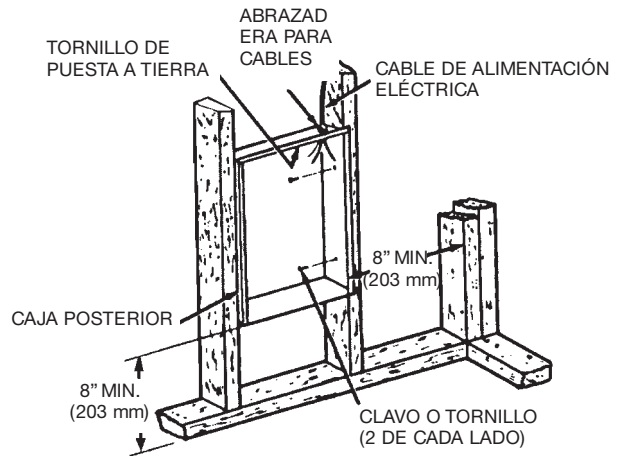

Figura 1: Ubicación de la caja posterior empotrada en una construcción nueva
1. Montaje de la caja posterior (vea la Figura 1).
- c. Asegure la caja posterior en su posición con tornillos para madera o con clavos, como se muestra en la Figura 1.
2. Cableado de la fuente de alimentación (vea la Figura 1)